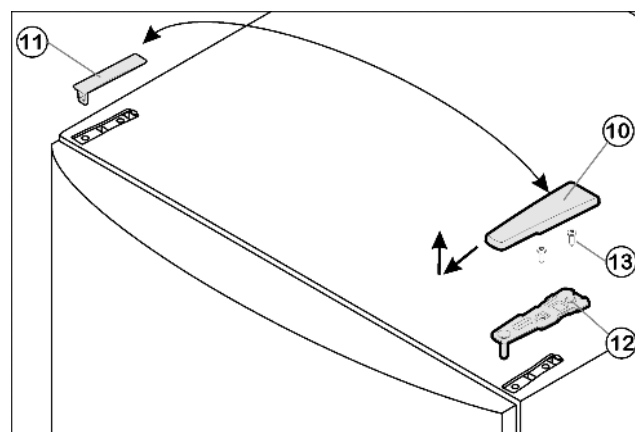

Fig. 4
- ▶ Kryt Fig. 4 (10) odoberte smerom dopredu a hore.
- ▶ Kryt Fig. 4 (11) nadvihnite.
- ▶ Hornú ložiskovú konzolu Fig. 4 (12) odskrutkujte (2 x Torx® 25) Fig. 4 (13) a odoberte smerom hore.
- ▶ Vrchnú ložiskovú konzolu Fig. 4 (12) nasadíte na novej strane závesu do dverí.
- ▶ Hornú ložiskovú konzolu Fig. 4 (12) **pevne (pomocou krútiaceho momentu 4 Nm)** priskrutkujte (2 x Torx® 25) Fig. 4 (13). Diery na skrutky príp. predpichnete alebo použite akumulátorový skrutkovač.
- ▶ Kryt Fig. 4 (10) a kryt Fig. 4 (11) nasadíte vždy na opačnej strane.